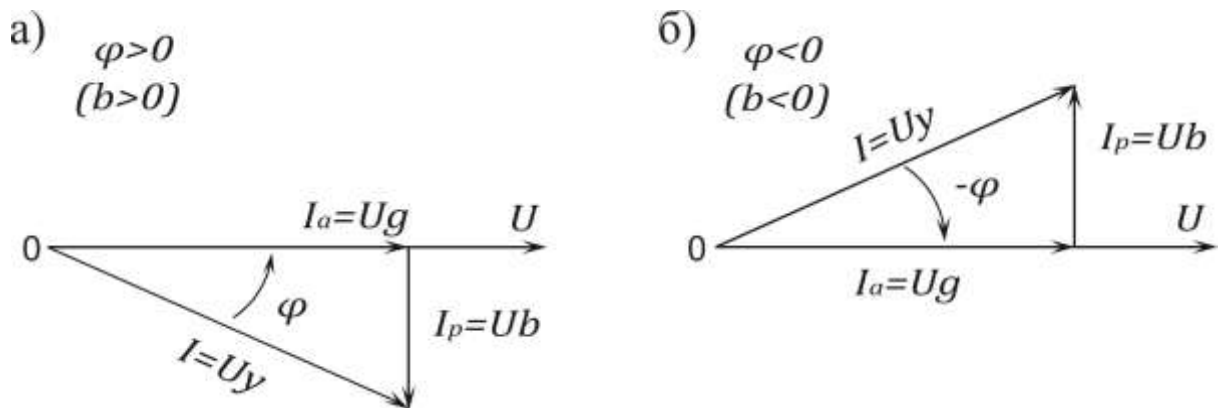
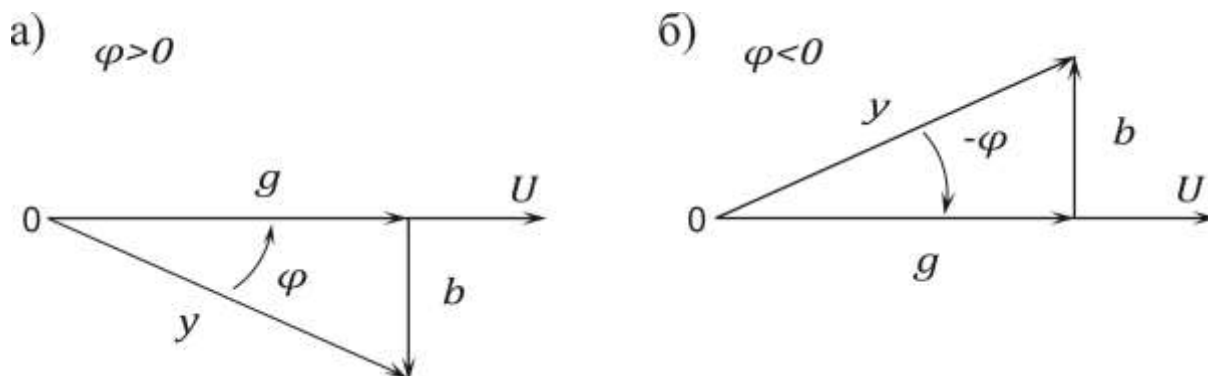

Рис. 3.5
Рис. 3.7
8. Треугольник токов. Ток I , проходящий в цепи, может быть разложен на две составляющие (рис. 3.5): I_a – активную, совпадающую по фазе с приложенным напряжением, и I_p – реактивную;
I_p отстает от напряжения \dot{U} на четверть периода, когда в цепи преобладает индуктивное сопротивление $x = x_L - x_C > 0$ (рис. 3.5, а) и опережает \dot{U} на четверть периода при преобладании емкостного сопротивления $x = x_L - x_C < 0$ (рис. 3.5, б):
9. **Треугольник проводимостей** (рис. 3.7, а и б) подобен треугольнику токов (см. рис. 3.5):